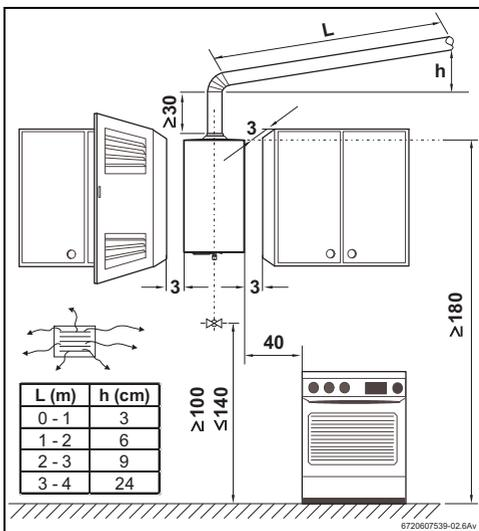

Fig. 10 Distâncias mínimas
- ▶ Respeitar as medidas mínimas de instalação indicadas na Fig. 10.